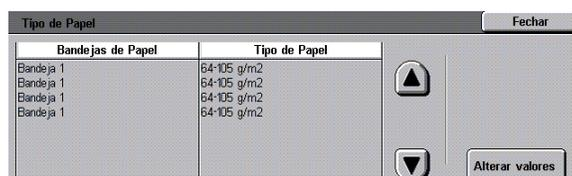

Figura 7: Ecrã Tipo de Papel
- 2 Prima o ícone **Tipo de Papel** para visualizar o ecrã Tipo de Papel, tal como ilustrado na Figura 7.